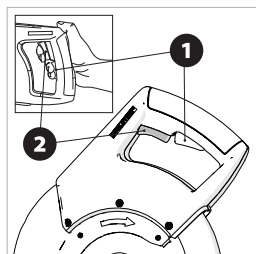

Рис. 22
ВКЛЮЧЕНИЕ И ВЫКЛЮЧЕНИЕ (ТОЛЬКО МОДЕЛИ ДЛЯ США) (рис. 22)
Чтобы включить инструмент, сначала нажмите на рычаг блокировки защитного кожуха (**1**), затем нажмите на курковый выключатель (**2**) и удерживайте его в нажатом положении. Чтобы выключить инструмент, отпустите курковый выключатель (**2**) (**рис. 22**).
Примечание. В интересах безопасности курковый выключатель (2) не блокируется в нажатом положении, поэтому его необходимо нажимать все время, пока осуществляется резка (**рис. 22**).